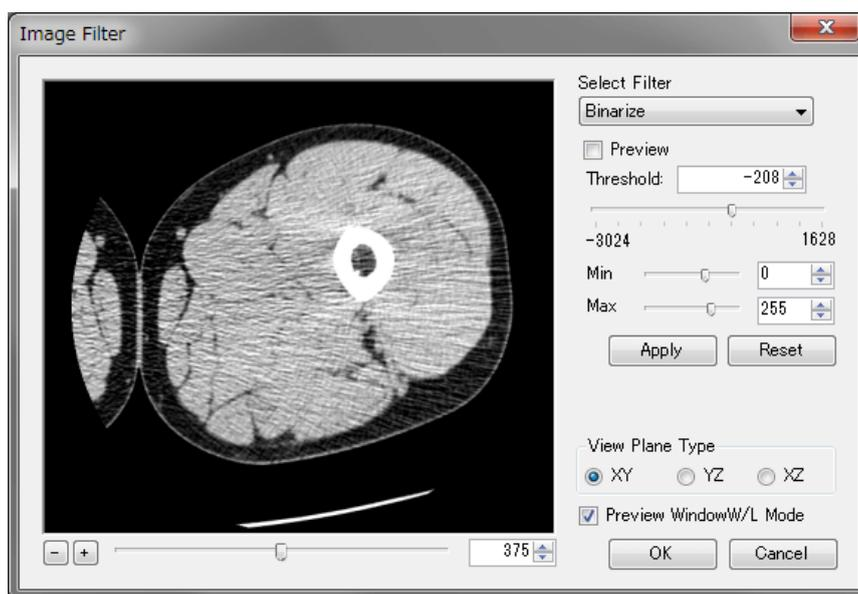

図 A-4 Image Filter の Binarize 機能
2. [Select Filter]から[Binarize]を選択します(図 A-4)